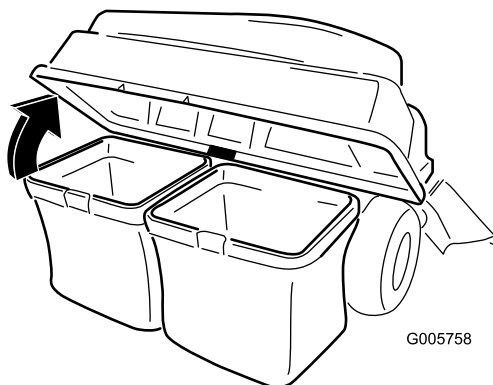

Figura 24
3. Alzate il coperchio del sistema di raccolta per aprirlo (Figura 24).